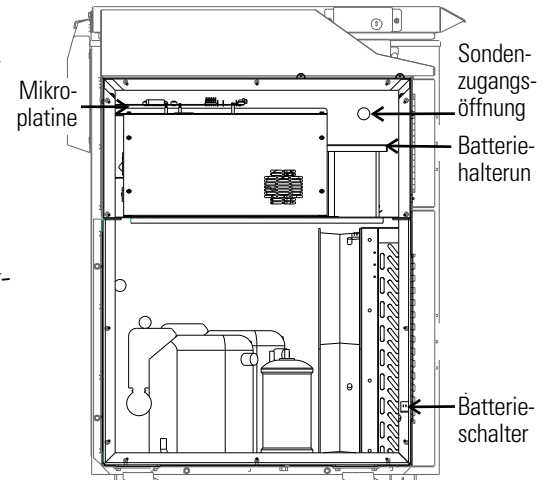

Abb. 5-1. Anordnung der Batterie und des Batterieschalters
3. Batterieschalter ausschalten (O). Siehe Abb. 5-1 und 5-2.
2. Batterieschalter montieren (Abb. 5-1). Hauptschalter in die Position AUS (O) stellen.
4. Die drei Muttern, die die Batteriehalterung fixieren, entfernen. Siehe Abb. 5-1.